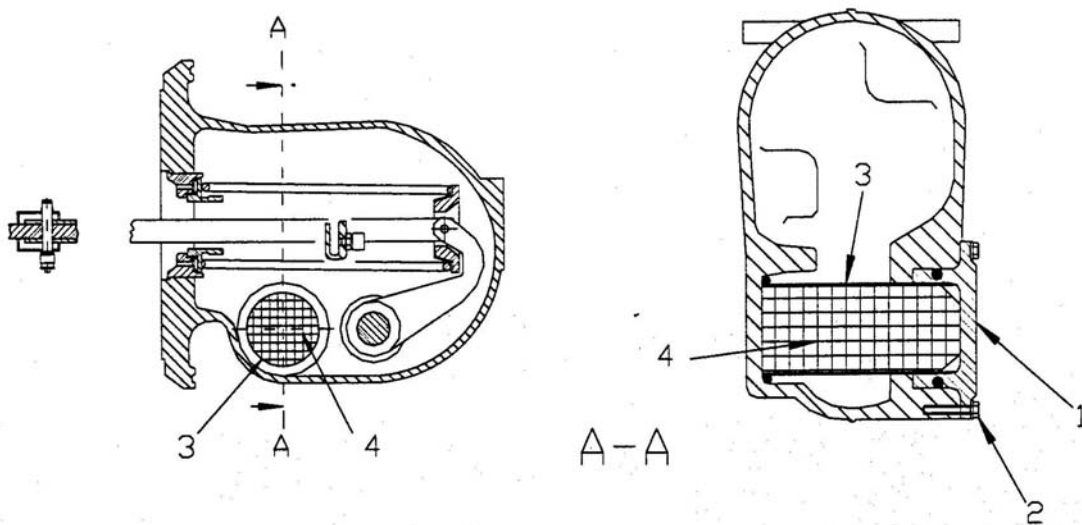

Рис. 31 Замена осушающего фильтра
15.4 Замена осушающего фильтра (см. Рис. 31)